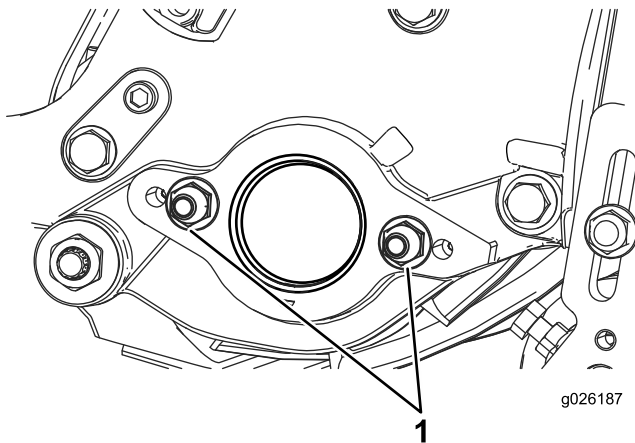

Figure 7
2. Enlevez les 2 contre-écrous de la plaque latérale droite (Figure 7).
1. Contre-écrou (2)
4. Placez les 2 contre-écrous de fixation du moteur de cylindre sur la plaque latérale gauche du plateau de coupe (Figure 7).